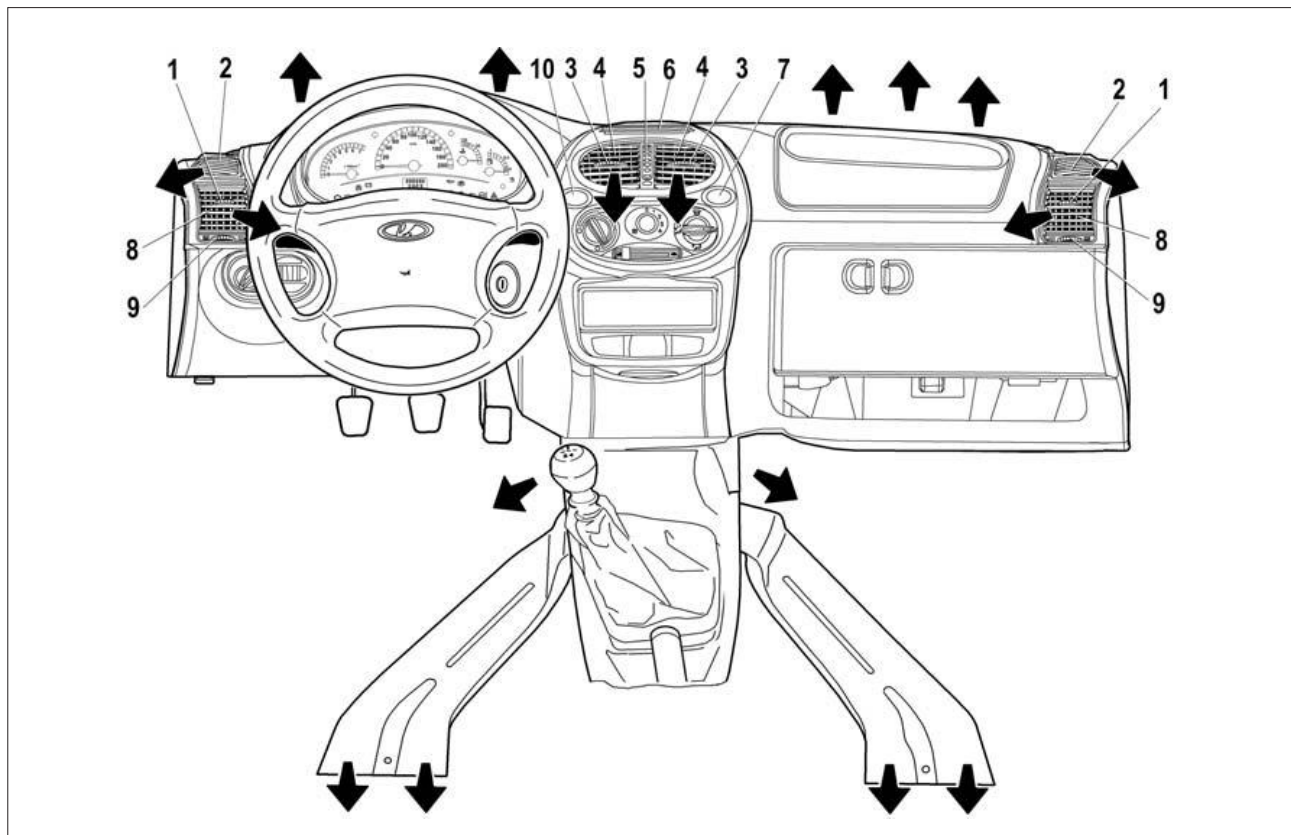

Рис. 40. Органы управления вентиляцией
**Рычагами 9 и 5** (рис. 40) привода заслонок регулируется интенсивность подачи воздуха через боковые 8 и центральные 4 сопла путем изменения положения заслонок вплоть до полного их закрытия. А **рычагами 1 и 3** направляющих лопаток боковых и центральных сопел меняется направление воздушного потока.
– **сопла 4 и 8** (см. рис. 40) открыть, повернув соответственно рычаг 5 на центральном сопле вниз, а рычаг 9 вправо на левом боковом сопле и влево на правом боковом сопле;
4. Нажмите на клавишу выключателя кондиционера 10 (см. рис. 40).
В положении  рукоятки 4 хотя бы одно из сопел 4 и 8 (см. рис. 40) должно быть открытым, иначе теплообменник охлаждения воздуха (испаритель) может обледенеть и перекроить подачу воздуха в салон.
2. Включите кондиционер, нажав на клавишу выключателя кондиционера 10 (см. рис. 40).